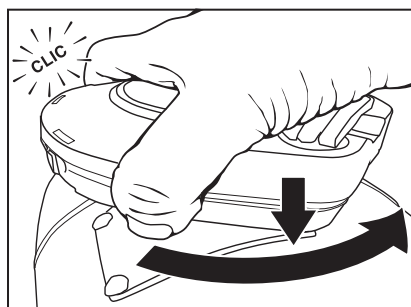

Fig. 2.
2. Deslice el controlador hasta el eje "D" y presione hacia abajo mientras lo gira en sentido antihorario hasta que calza en su lugar (consulte la Fig. 2).